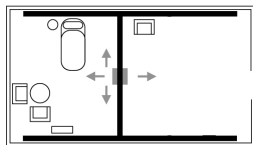

Afbeelding 1–5: De trolley in de lifteenheid vastzetten.
- Bevestig de houder voor het oplaadstation aan wand/vrijstaand railsysteem, Afbeelding 1. De aanbevolen hoogte is 110–120 cm vanaf de vloer.
- 1) Stel de oplaadpunten in voor opladen via de rail, de oplaadplaat is hierbij niet vastgezet met veerstiften, zie Afbeelding 1. Om de oplaadpunten in te stellen voor opladen via de rail, verwijdert u de veerstiften waarmee de oplaadplaat vastgezet is. Vervolgens wordt de DIP-schakelaar op de printplaat ingesteld op de gewenste oplaadfunctie.
- 1) Controleer of de oplaadpunten zijn ingesteld voor het oplaadstation, de oplaadplaat is hierbij vastgezet met veerstiften, zie Afbeelding 1.
De uitgang voor de handbediening zit onder op de lifteenheid, Afbeelding 1. Druk de stekker stevig vast.
**Inschakelen van de noodstop:** Trek stevig aan het rode noodkoord en laat het los, zie Afbeelding 1.
Als de handbediening niet werkt, kan de elektrische nooddaalfunctie worden geactiveerd door het noodkoord omlaag te blijven trekken, zie Afbeelding 1. Breng de patiënt op een veilige locatie omlaag naar een veilige hoogte.